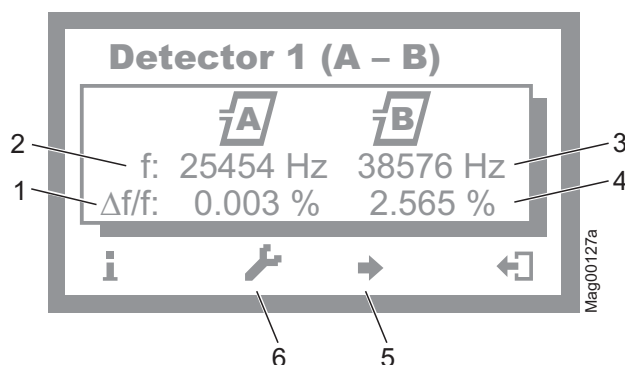

Fig. 55: Eksempel "Visning meny detektor 1 (A-B)"
3. Trykk venstre betjeningstast helt til menyen "Detektor 1 (A-B)" vises. → Se side 144, Fig. 55.